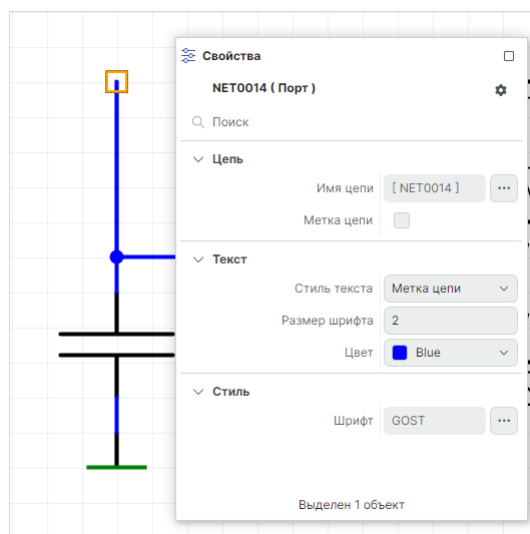

Рис. 135 Символ свободного окончания незавершенной цепи
1. Выделите символ свободного окончания цепи щелчком мыши, см. Рис. 135.